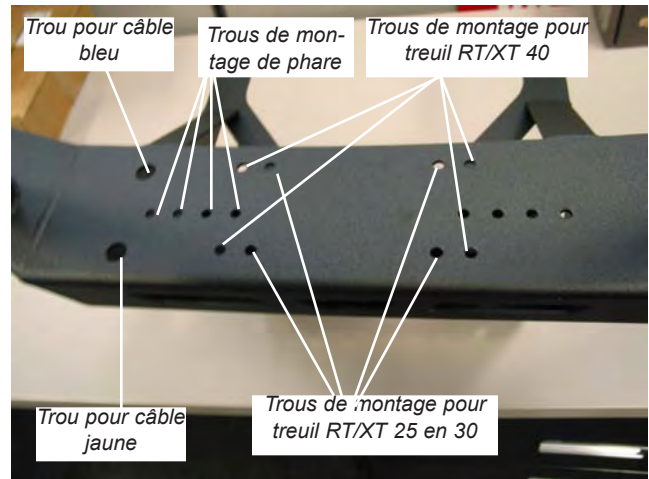

Figure 10
1. Les trous de montage pour treuil WARN sont illustrés sur la Figure 10. (Pour le RT/XT 25 et 30, utilisez le jeu de trous intérieur. Pour les treuils RT/XT 40, utilisez le jeu de trous extérieur). Tirez le câble jaune à travers le trou avant et le câble bleu à travers le trou arrière après avoir glissé la gaine par-dessus les deux câbles. La gaine de ¼ po DI est prévue pour les treuils RT/XT 25 et la gaine de 3/8 po DI pour les treuils RT/XT 30 et 40.
2. Si aucun treuil n'est monté sur le pare-chocs, les trous illustrés à la Figure 10 peuvent être utilisés pour le montage de phares sur le pare-chocs. En cas d'utilisation d'un treuil, des trous au bas du pare-chocs, illustrés à la Figure 11, peuvent être utilisés pour monter un jeu de phares.